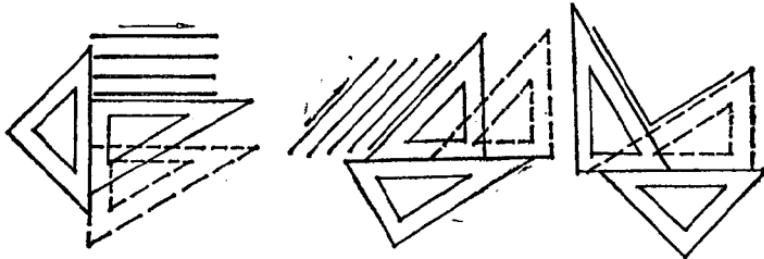

图4 用三角板画各种角度的平行线和垂直线
(2) 三角板 三角板主要是用来画垂直线的(图2)，有 $45^{\circ}$ 和 $60^{\circ}$ 两种。和丁字尺配合使用可画出 $15^{\circ}$ 、 $30^{\circ}$ 、 $45^{\circ}$ 、 $60^{\circ}$ 、 $75^{\circ}$ 的斜线(图3)。如果用两个三角板配合使用时，可以画出各种角度的互相平行或垂直的线(图4)。